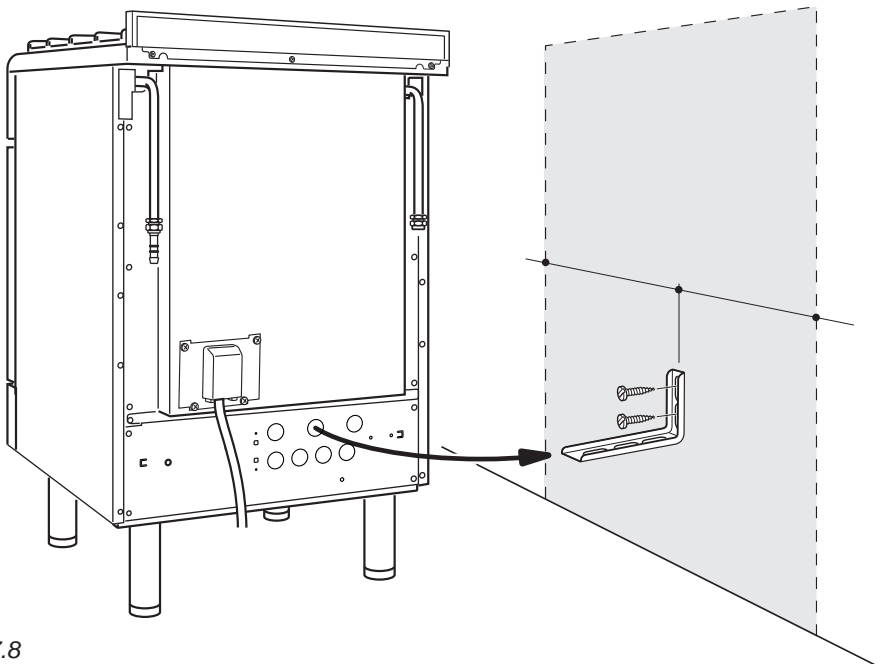

Fig. 7.8
1. Når du har valgt endelig placering til komfuret, markerer du de to skruers placering til anti-vippebeslaget på væggen. Se Fig. 7.8.
4. Flyt komfuret hen til væggen og juster højden på anti-vippebeslaget, så det passer med hullerne på komfuret. Se Fig. 7.8.